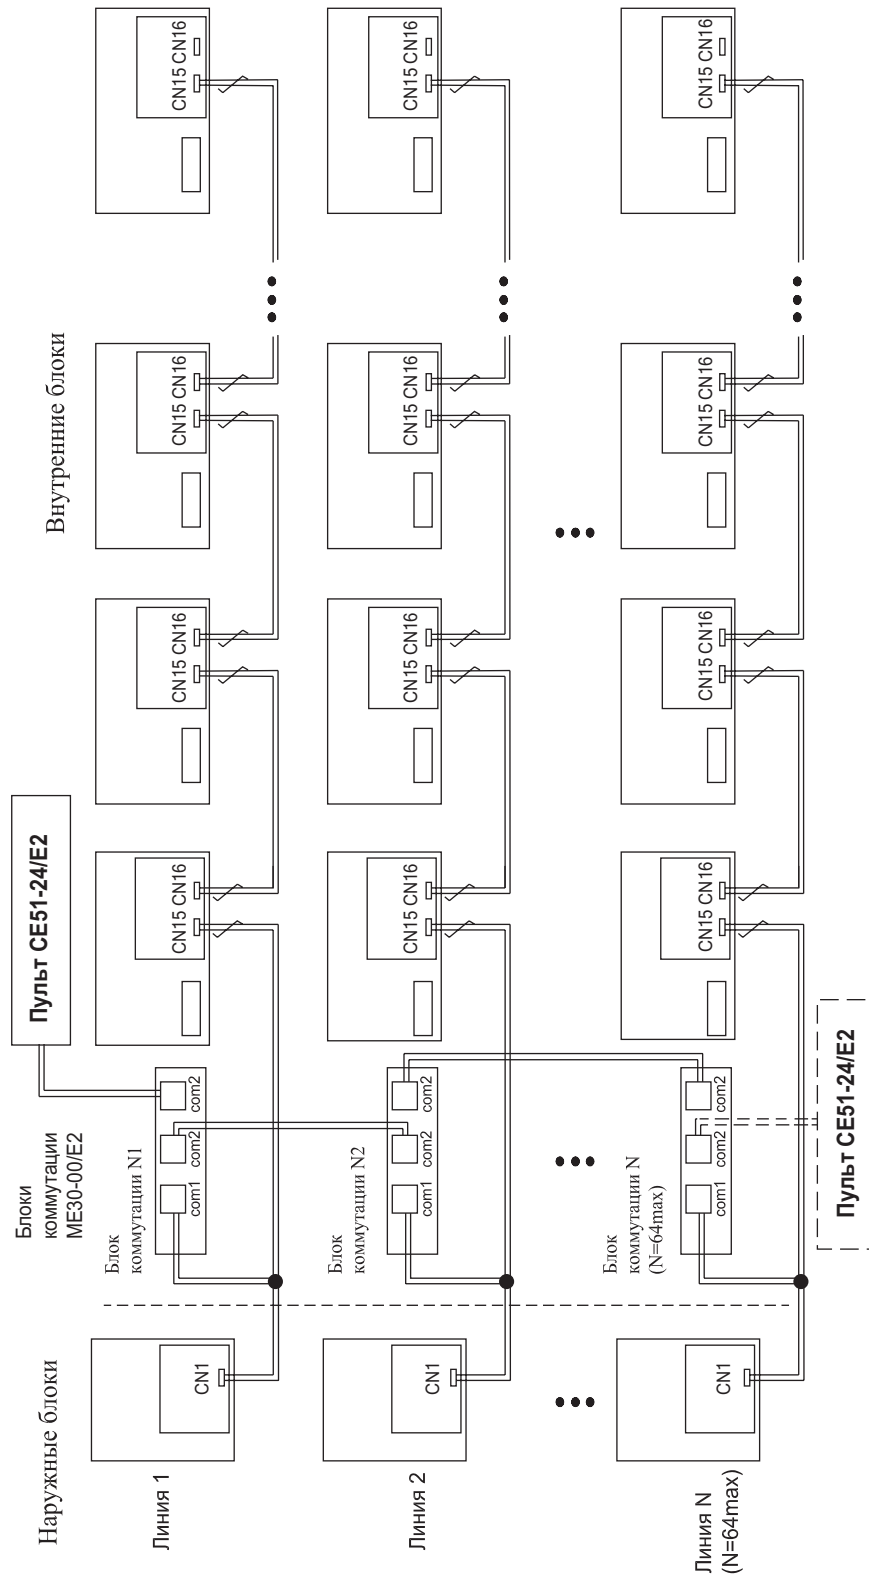

Рис. 7.10
7.4.1 Схема подключения пульта централизованного управления показана на рис. 7.10 (см. **Инструкцию по подключению и настройке центрального пульта и SE51-24E/(M)** и **Руководство пользователя центрального пульта SE51-24E/(M)**).